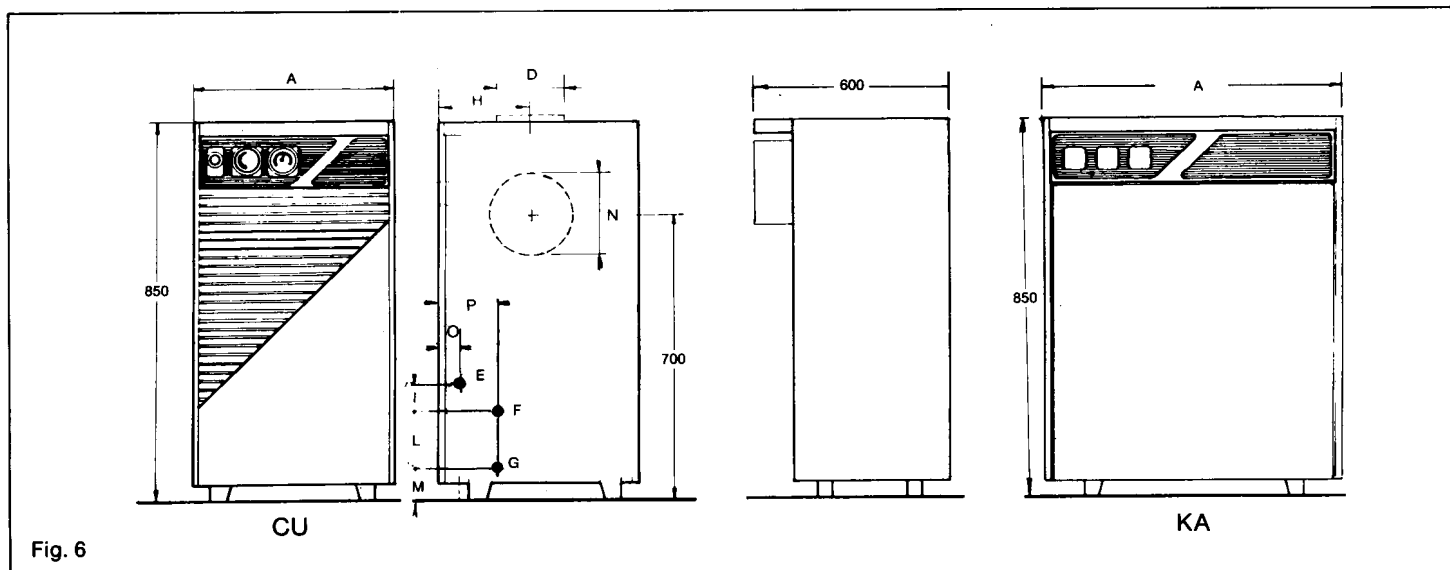

Fig. 6
- Avoir entre le coupe tirage et la buse de raccordement, une longueur - B - verticale qui ne sera pas inférieure à trois fois le diamètre du carneau de fumée (Fig. 6).